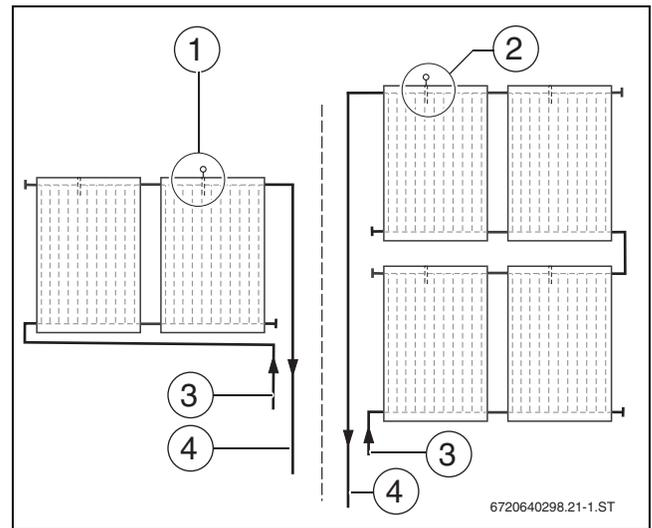

Bild 50 Position des Kollektorfühlers
- ▶ Kollektorfühler in den Kollektor mit dem angeschlossenen Vorlauf montieren (→ Bild 50).